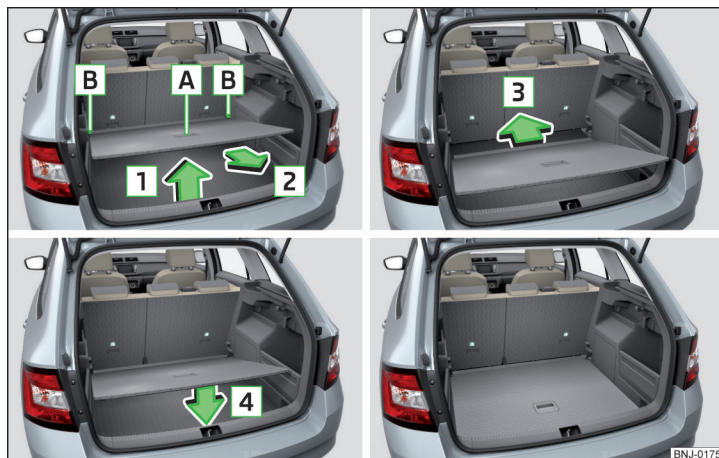

Fig. 107 Indstilling af variabel bundplade i nederste position
- Tag fat i den variable bundplade ved grebet **A** » Fig. 107.